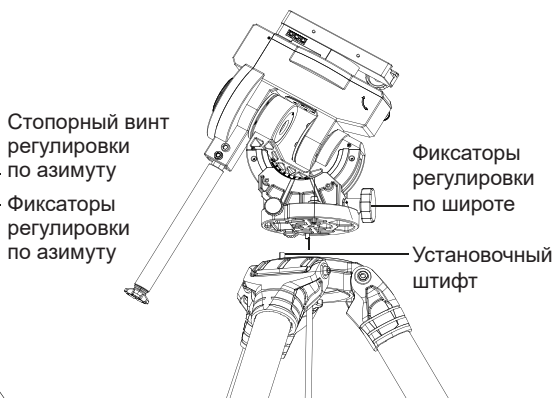

Рис. 1.2b
2. Совместите положение установочного штифта на треноге с зазором между фиксаторами регулировки по азимуту и поместите монтировку на треногу (рис. 1.2b).